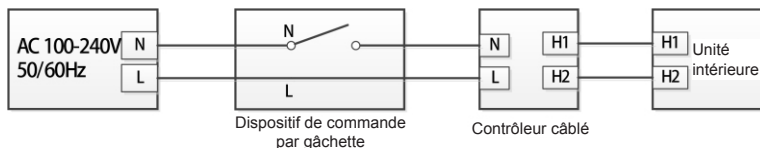

Figure 3.12 Connexion du contrôleur câblé à la commande par gâchette AC100-240V
- (5) Insérer ou retirer la carte de commande par gâchette revient à connecter ou déconnecter l'alimentation du dispositif de commande par gâchette. Lorsque la carte est insérée, le dispositif fournit l'alimentation AC100-240V/DC5-24 V au contrôleur câblé qui détecte que la carte est insérée. Lorsque la carte est retirée, le dispositif interrompt l'alimentation AC100-240V/DC5-24 V du contrôleur câblé qui détecte que la carte est retirée. Les figures 3.12 et 3.13 montrent le contrôleur câblé se connectant à l'alimentation en AC100-240V ou DC5-24V de la commande par gâchette.